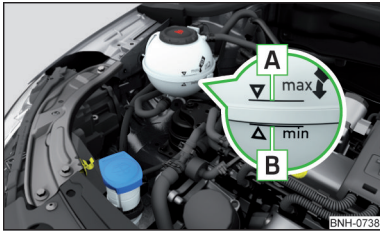

Abb. 229
**Kühlmittelstand prüfen** - der Kühlmittelstand muss zwischen den Markierungen **A** und **B** liegen » Abb. 229. Liegt der Kühlmittelstand unterhalb der Markierung **B**, das Kühlmittel nachfüllen.
Die **Spezifikation** des Kühlmittels ist auf dem Kühlmittelausgleichsbehälter aufgeführt » Abb. 229.
- Das Kühlmittel nicht über die Markierung **A** auffüllen » Abb. 229. Das Kühlmittel könnte bei Erwärmung aus dem Kühlsystem gedrückt werden - es besteht die Gefahr einer Beschädigung der Motorraumteile.